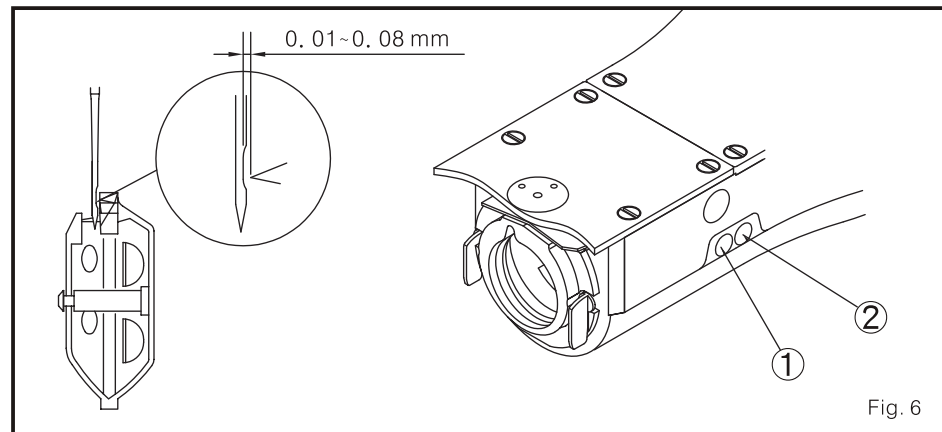

Fig. 6
- Gira ao lado das agulhas do relógio para fazer que a gorjeta do lançadera isto na linha central da agulha. Então solta o parafuso 1 e gira a leva 2 até o espaço entre a agulha e fins de lançadera para cima ser de 0.01-0.08 mm. (Fig. 6)